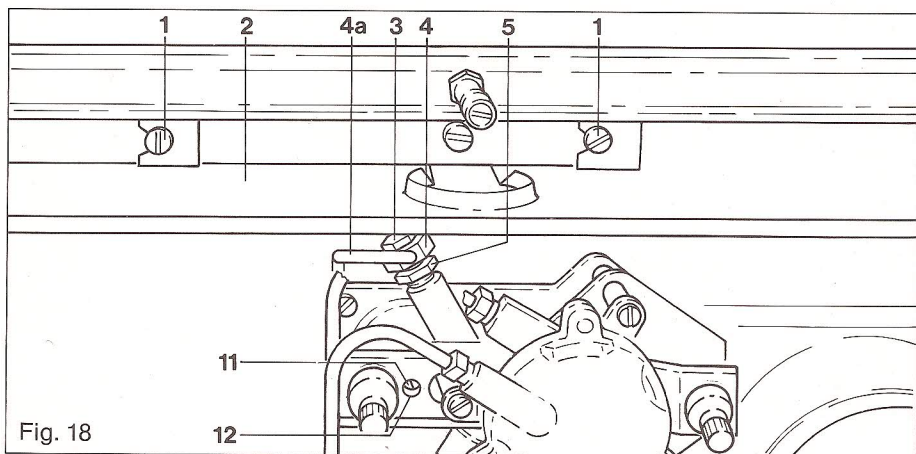

Fig. 18
In caso di sostituzione dell'ugello parte aria o dell'operatore bisogna regolare per primo la portata di gas per l'accensione per mezzo della vite (11) fig. 18.
legare il tubo di gomma dal tubo (6a) fig. 18 e la pompa a membrana sotto la cassetta di comando nella parte destra.